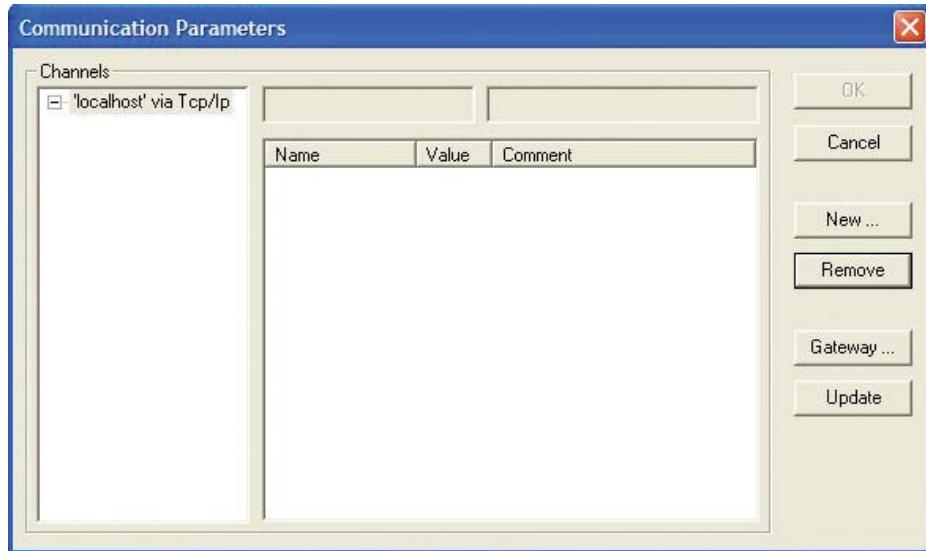

Рисунок 15.15 — создание нового соединения.
16) В появившемся окне выбрать кнопку «**New**» (см. Рисунок 15.15);